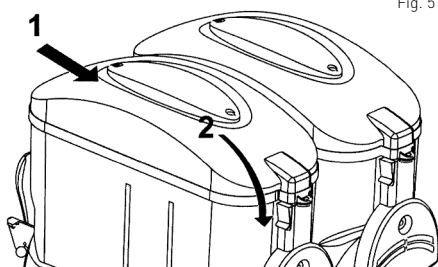

Fig. 5
- Sluit het deksel (1) op de kom (2) nadat u het voedselingrediënt in de kom (2) heeft gegoten/bijgevoeld. Zie Fig. 5.